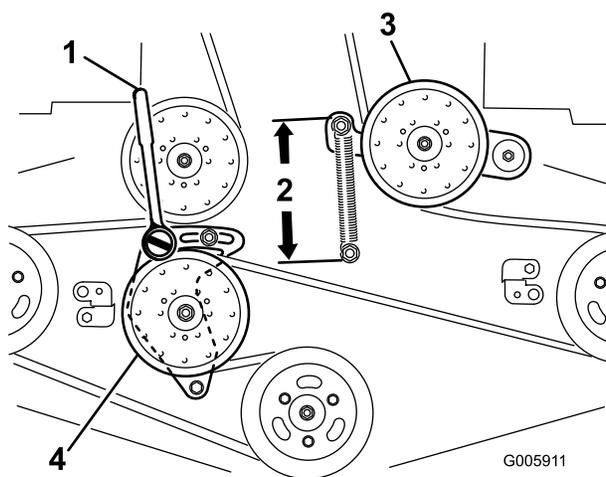

Рисунок 85
6. Ослабьте рычаг фиксированного натяжного ролика и отрегулируйте его, чтобы снять натяжение ремня (Рисунок 85).
9. Вставьте ключ с храповым механизмом и коротким удлинителем или монтировку в квадратное отверстие рычага фиксированного натяжного ролика (Рисунок 85).
11. Чтобы увеличить натяжение ремня, поверните ключ с храповым механизмом или монтировку против часовой стрелки для перемещения фиксированного рычага натяжного ролика так, чтобы получить расстояние 16,5 см между зацепами пружины (Рисунок 85).